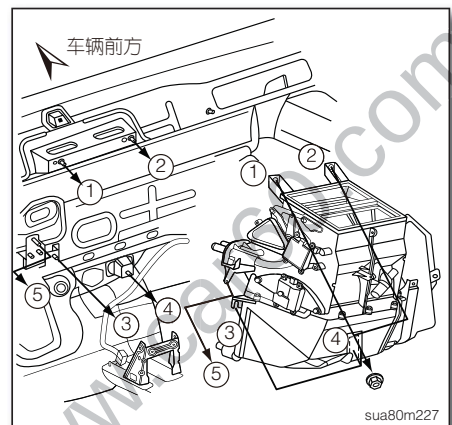

图38
11. 从车上拆下前空调总成固定螺丝①~⑤ (如图38), 取出前空调总成。